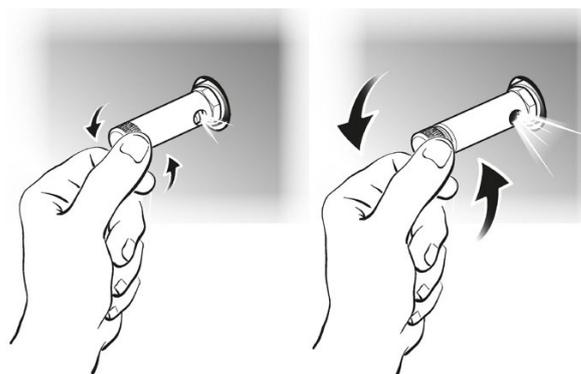

Abb. 16: Sicherheitsventil mit Ringmutter
**Version C (Sicherheitsventil mit Ringmutter, Abb. 16)**